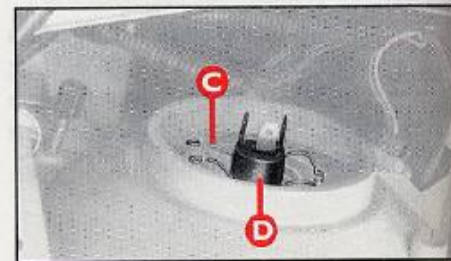

fig. 10
- 2) desenganche los dos muelles de fijación **C**-fig. 10 y saque la lámpara **D**